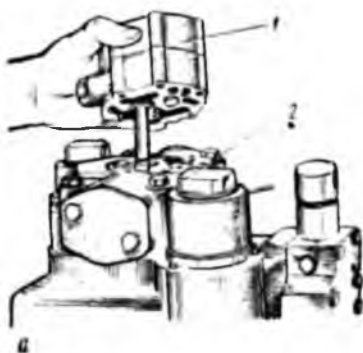

Рис. 16. Замена насоса подпитки и обратных клапанов:
**Разборка.** Установите насос валом вниз. Отверните болты и снимите насос подпитки, как указано в § 5 главы 3 (рис. 16, а).
При необходимости замены обратных клапанов 80 (см. рис. 2) выверните их (рис. 16, б). Обратные клапаны взаимозаменяемы.